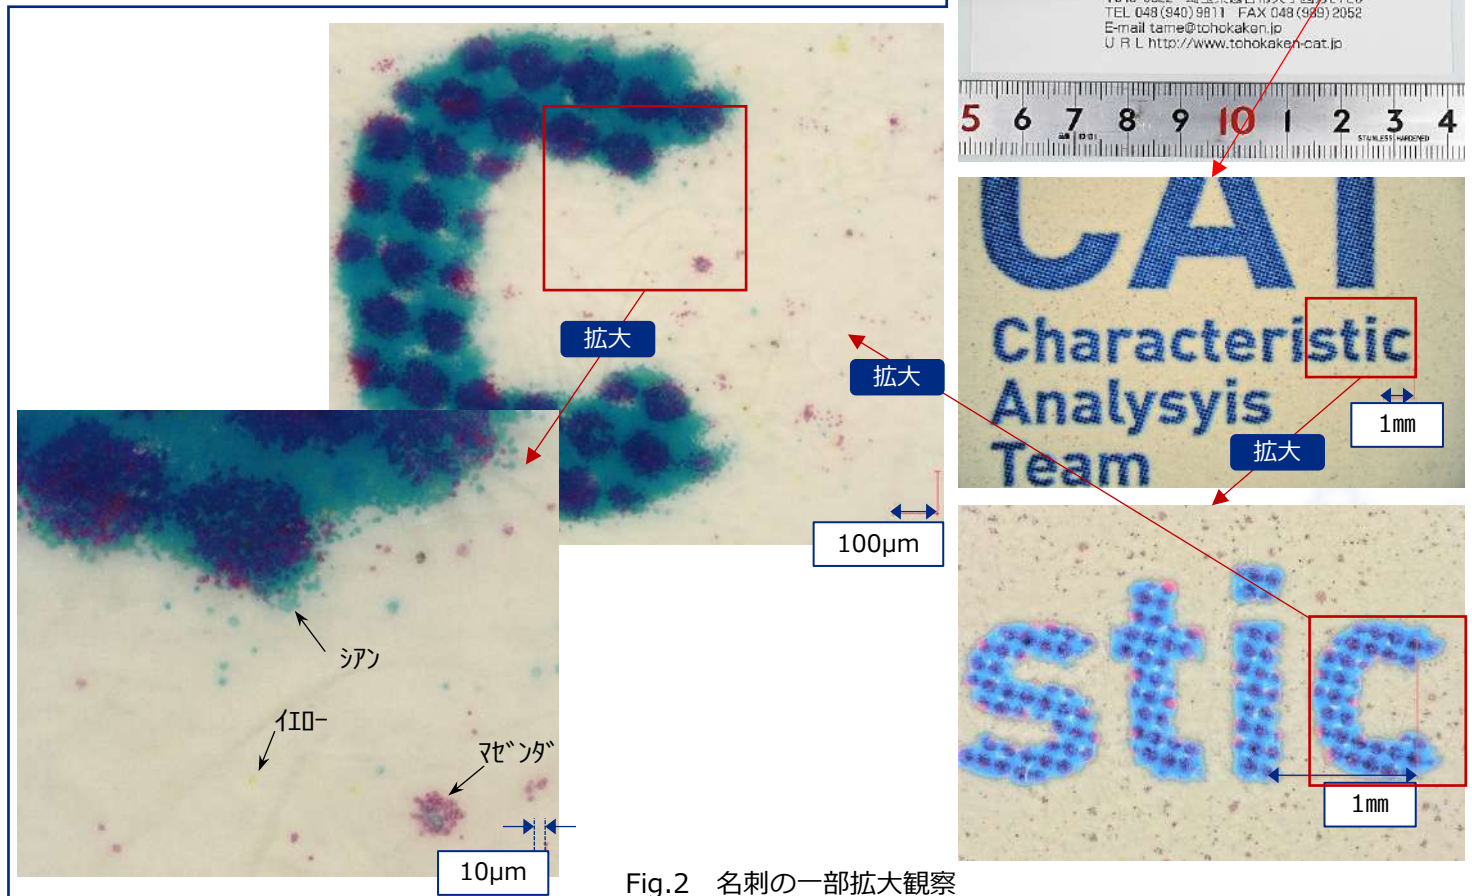

Fig.2 名刺の一部拡大観察
- 印刷された一部を拡大していくと、インクがドット状に塗布されており、一見、青に見えるものも、様々な色合いを呈している様子を見ることができます(Fig.2)。